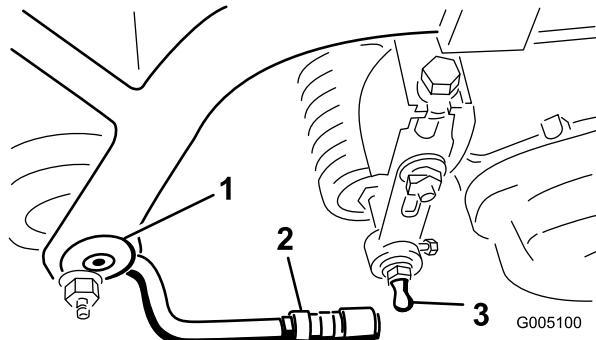

Figura 8
2. Coloque uma arruela e um tampão esférico em cada uma das extremidades do cilindro dianteiro das unidades de corte (Figura 8).
4. Faça deslizar a manga para a junta esférica e rode o braço de apoio para baixo até que o suporte encaixe no tampão esférico. Liberte a manga, fazendo-a deslizar para o engate, bloqueando desta forma a estrutura (Figura 8).